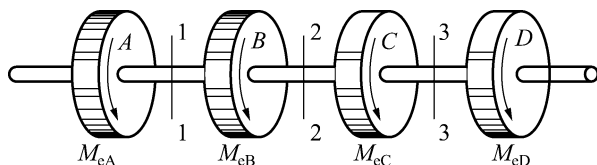

图 42
29. 一传动轴如图 42 所示, 已知 $M_{eA} = 1.3\text{N}\cdot\text{m}$, $M_{eB} = 3\text{N}\cdot\text{m}$, $M_{eC} = 1\text{N}\cdot\text{m}$, $M_{eD} = 0.7\text{N}\cdot\text{m}$, 各段轴的直径分别为 $D_{AB} = 50\text{mm}$, $D_{BC} = 75\text{mm}$, $D_{CD} = 50\text{mm}$ 。试绘扭矩图并求截面 1—1, 2—2, 3—3 上的最大切应力。